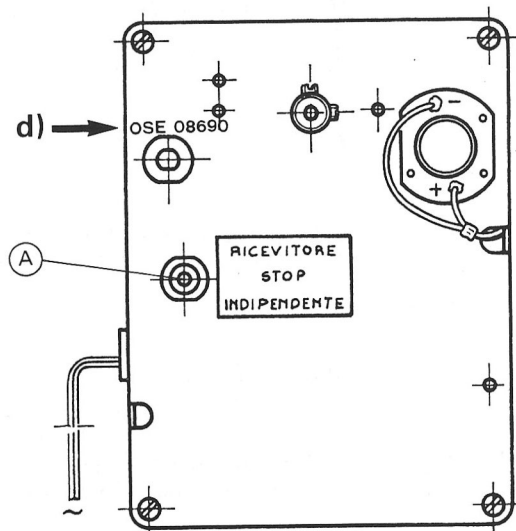

fig. 12
2) MOVIMENTO INDIPENDENTE-RICEVITORE OSERI (fig. 12 pag. 12)
Ruotare il pomello ③ pag. 6, facendo avanzare le lancette fino ad 1 minuto in meno dell'ora esatta. Se l'orologio è collegato ad un impianto centralizzato, posizionare la levetta dell'interruttore (A) fig. 12 su «RICEVITORE». Posizionare invece la levetta dell'interruttore su «INDIPENDENTE» se l'orologio è del tipo autonomo.